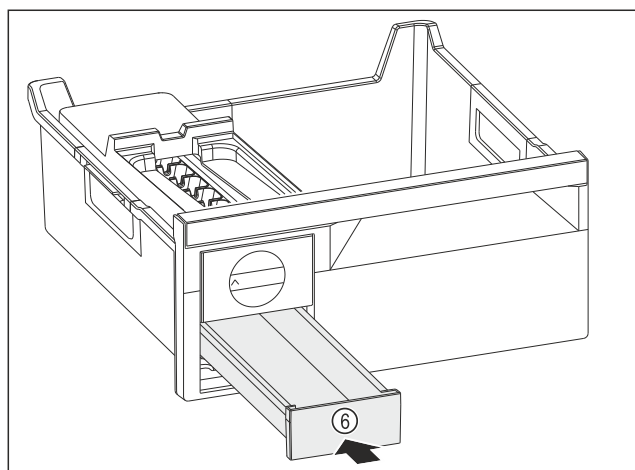

Fig. 92
- ▶ Ijsblokjesvak Fig. 92 (6) inschuiven.